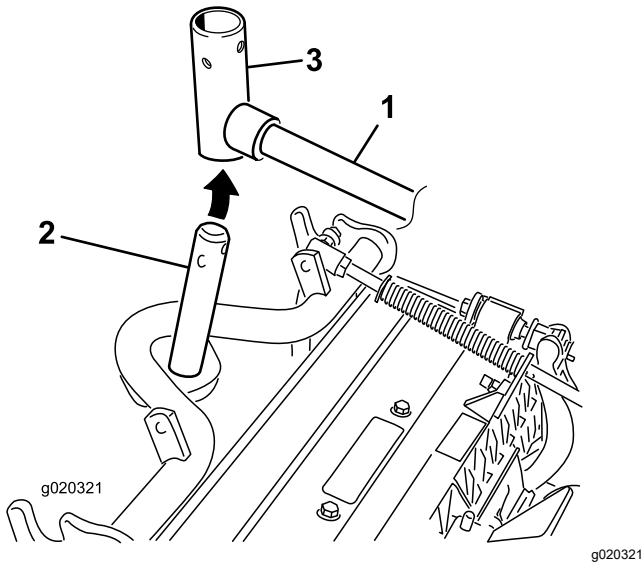

Figura 10
9. Nas unidades de corte dianteiras, faça deslizar uma unidade de corte sob o braço de elevação enquanto insere o veio da estrutura de suporte para cima para dentro da forquilha da articulação do braço de elevação (Figura 10).
- B. Insira a forquilha do braço de elevação no veio da estrutura de suporte (Figura 10).